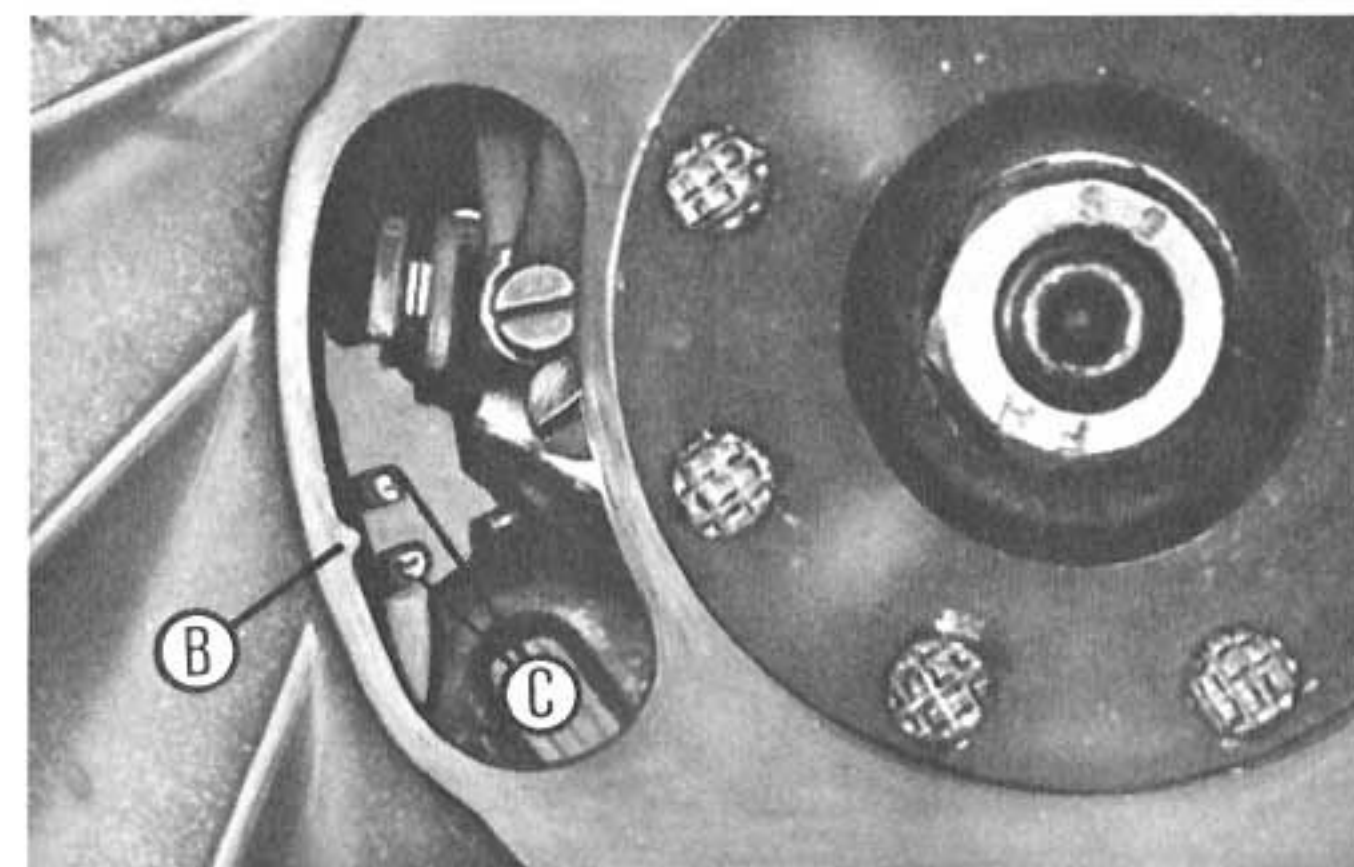
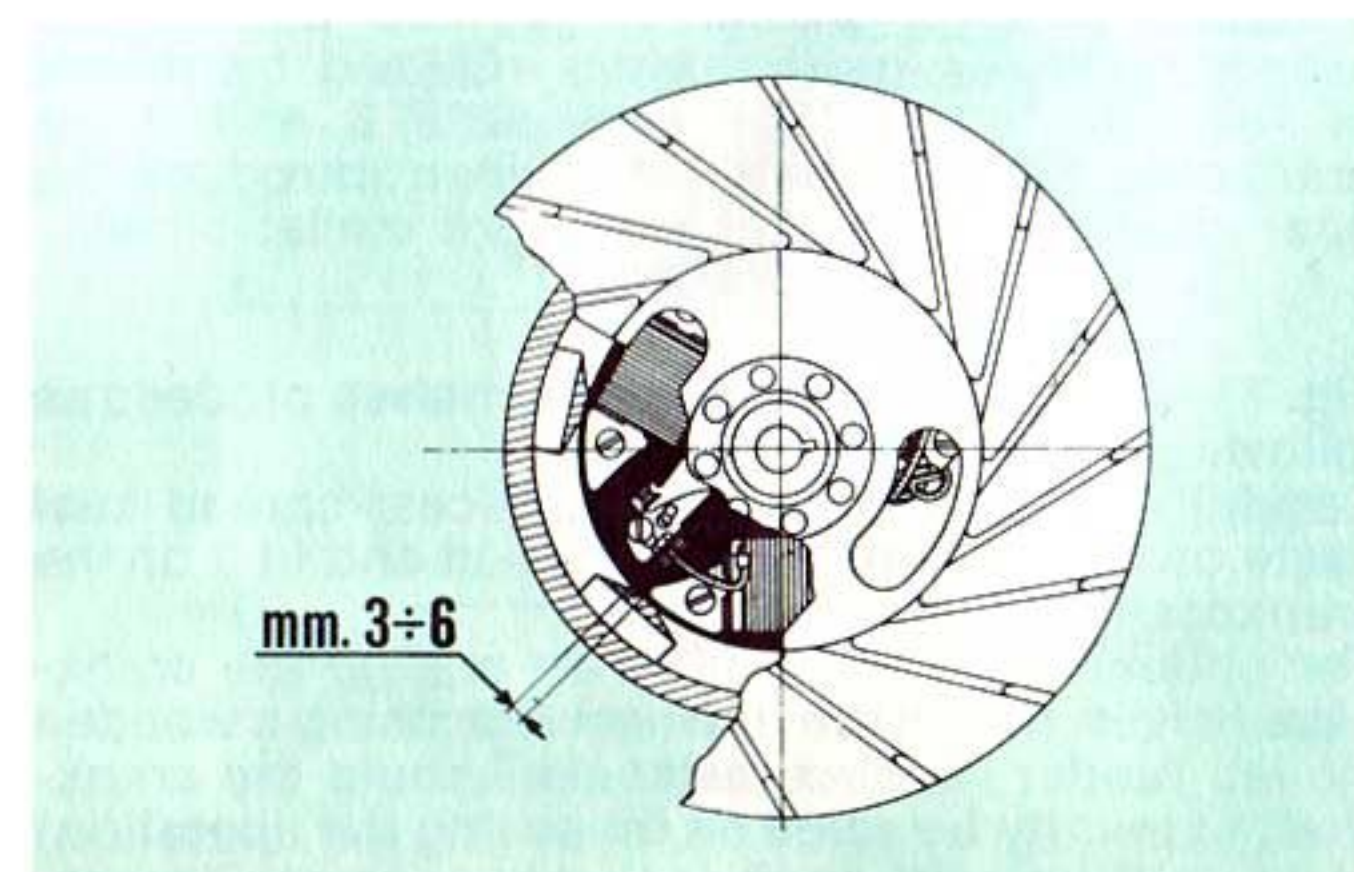

Fig. 73
Fig. 74
- Rotate the coil backplate so that the trace on the stator is aligned with the pointer "B" on the inner edge of the flywheel (Fig. 73).
For vehicles 125 Primavera with "Traditional" flywheel the same instruction as for vehicles with "Plastiform" flywheel are valid except the operations carried out at points b) and d), that should be carried out as follows: b) Rotate the coil backplate so that the feeding coil of the **H. T. coil** assumes the position indicated in Fig. 74.
- Girar el soporte bobinas de manera que la traza "C", sobre el mismo esté alineada con el índice "B", sobre el borde interior del volante (fig. 73).
En los vehículos 125 Primavera, volante de tipo "Tradicional" valen las mismas normas indicadas para los vehículos con volante en "Plastiform", excepto las operaciones del punto b) y d) que deben efectuarse como se indica a continuación: b) - Girar el soporte bobinas de manera que la bobina de alimentación **bobina A. T.** se halle en la posición indicada en la fig. 74.
5) - Now operating through the hole on the rotor, shift the coil backplate so that the conditions described at paragraph "b", for the two types of magneto flywheel are, obtained (see fig. 73 "Plastiform" type, Fig. 74 "Traditional" type).
5) - Actuar a través de la abertura del rotor y desplazar el soporte bobinas de manera que se realicen las condiciones indicadas en el párr. "b,, correspondientes a los 2 tipos de volantes (fig. 73 volante en "Plastiform" fig. 74 volante "tradicional".